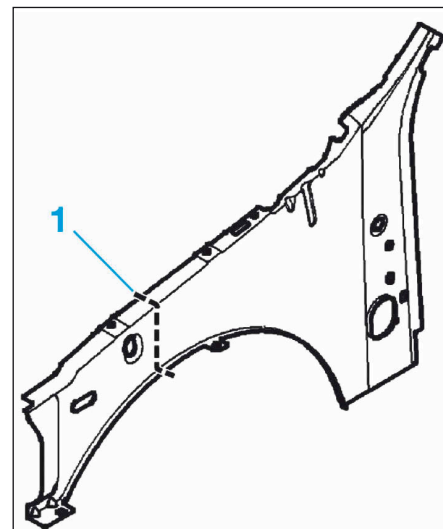

FIG.20
- Tracer puis découper en (1) le côté d'auvent (Fig.20).